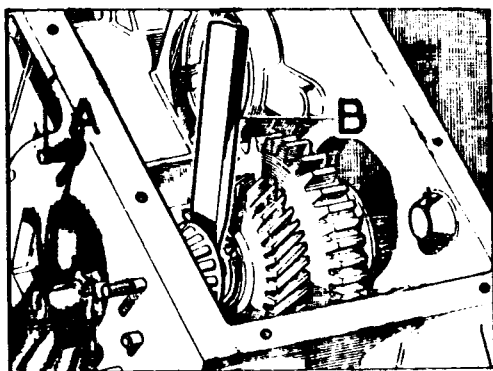

Fig. C-37 Desmontaje del cojinete delantero
- 1.7. Usando una barra de hierro dulce adecuada, con extremo de cincel, B (Fig. C-37), entre la parte posterior del cojinete y el anillo-fiador del piñón de "Alta" y golpearlo suavemente hasta separar el cojinete delantero del eje de salida.